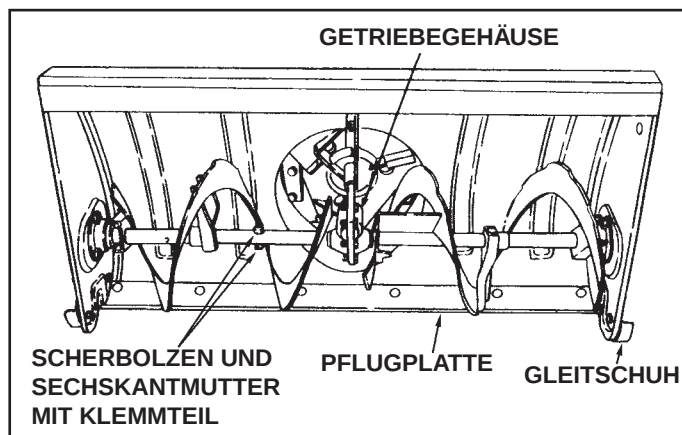

FIGURE 60
- Falls sich die Schnecken nicht drehen, ist zu prüfen, ob die Scherbolzen abgesichert worden sind. Siehe Abbildung 60. Zwei Ersatzscherbolzen und Sechskantmutter mit Klemmteil sind mit der Schneefräse mitgeliefert worden. Bei zukünftigem Bedarf die Teilenummer 710-0890A Scherbolzen und Nummer 47810 Sechskantmutter mit Klemmteil bestellen.